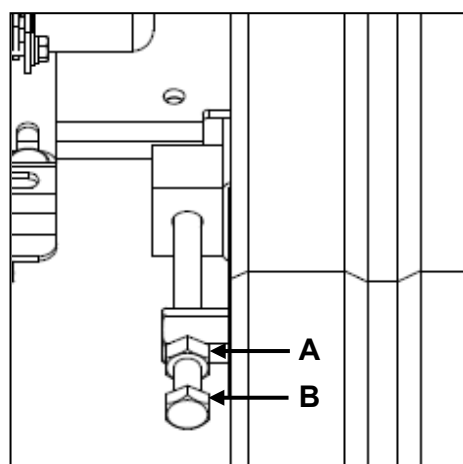

Figure 27
2. Desserrez le contre-écrou (A, Figure 27) à l'arrière de la machine.
3. Tournez le boulon de tension (B, Figure 27) dans le sens des aiguilles d'une montre pour augmenter la tension de la chenille et dans le sens inverse des aiguilles d'une montre pour la diminuer.